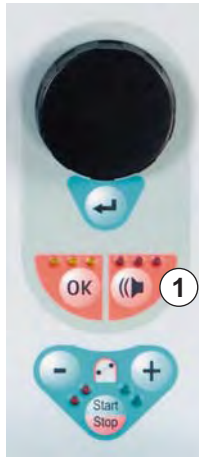

Abb. 10-2 *Alarm*-Taste mit roten LEDs
Zusätzlich wird ein aktiver Alarm durch die rot leuchtenden LEDs über der *Alarm*-Taste (Abb. 10-2, ① ) angezeigt.